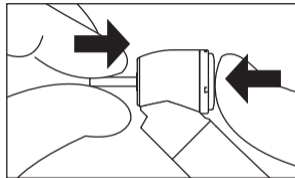

Fig. 5
- 1) Insérez la fraise jusqu'à ce qu'elle soit bien correctement positionnée. (Fig. 5)